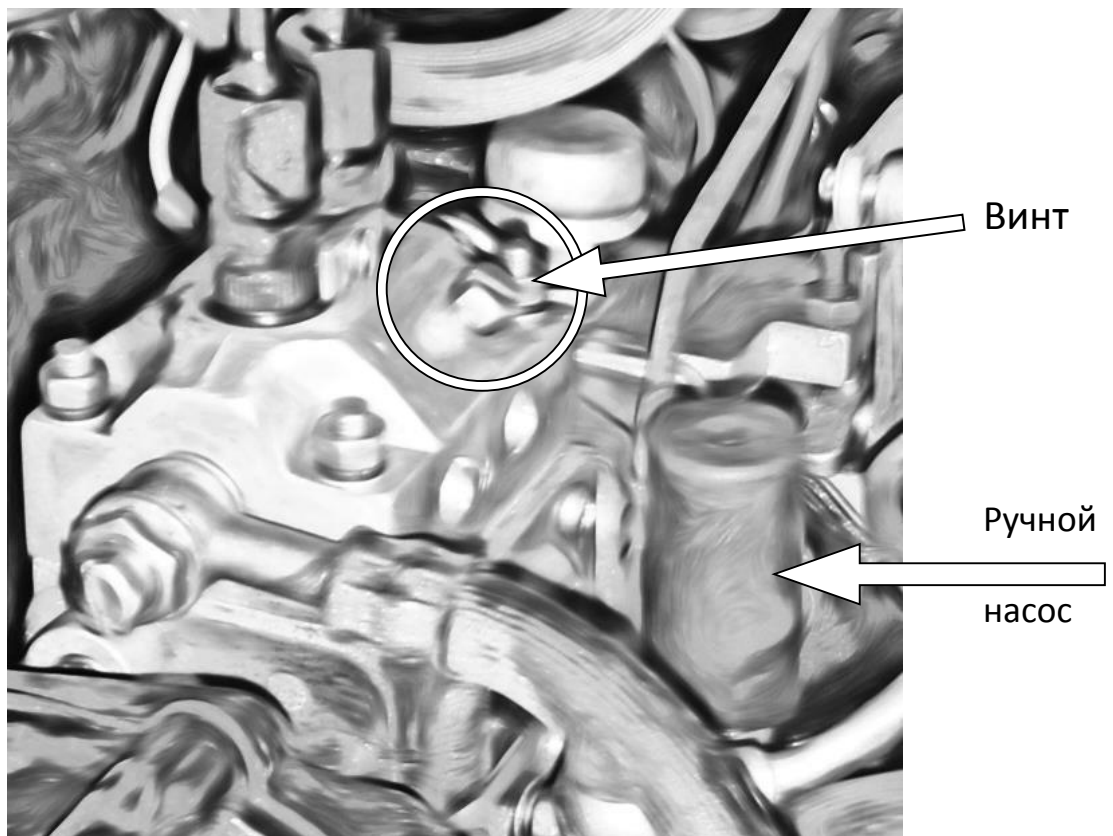

Рис. 3-10. Топливный насос высокого давления ТНВД
4) Выкрутите винт ТНВД (рис. 3-10). Винт должен быть выкручен не полностью. Выпустите воздух, используя ручной насос ТНВД. Топливо из-под винта должно струиться без пузырей. Закрутите винт.